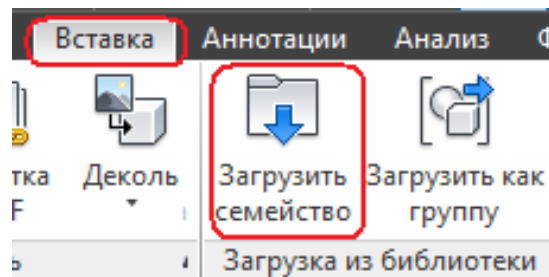

Рисунок 2.4 – Меню завантаження сімейств
- в діалоговому вікні, що відкрилося, *Завантажити сімейство* обрати необхідну папку (рис. 2.4). Наприклад, *Несучі колони* → *Збірний залізобетон* → *Збірний залізобетон* → *Колона квадратного перетину*;